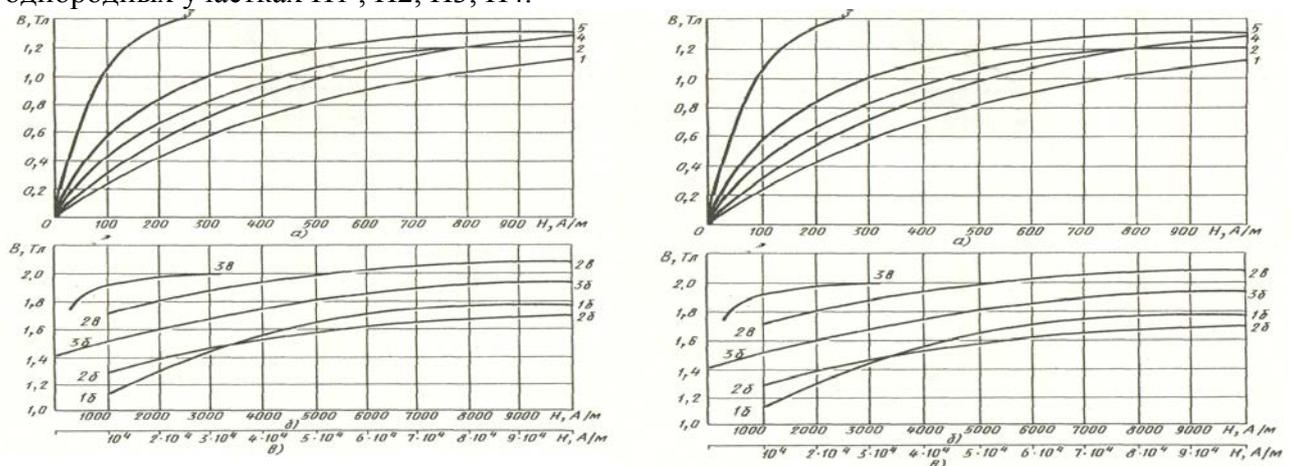

Рисунок 4.3. Кривые намагничивания различных материалов магнитопровода.
4. По кривым намагничивания (см. рис. 4.3) определяем напряженности полей на однородных участках H1, H2, H3, H4.